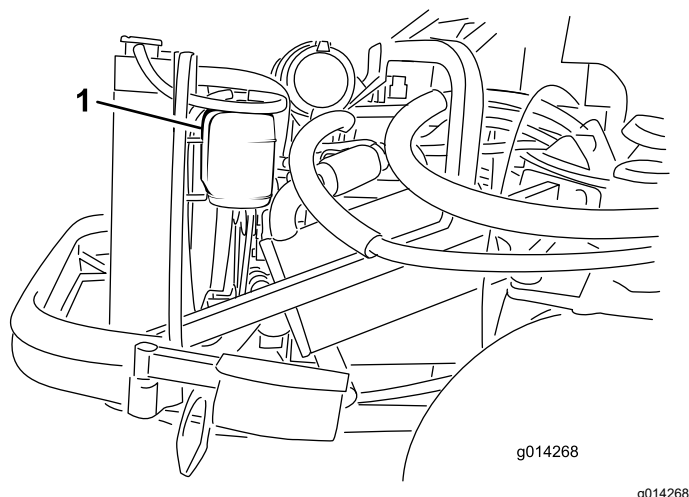

Figure 81
1. Vérifiez le niveau du liquide de refroidissement dans le vase d'expansion (Figure 81). Il doit se situer entre les repères qui figurent sur le côté du réservoir.